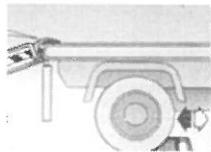

Fig. 4
- Asegurarse de que el medio de transporte esté sobre una superficie plana y que sus ruedas estén bloqueadas con freno y/o cuñas (**Fig. 4**).